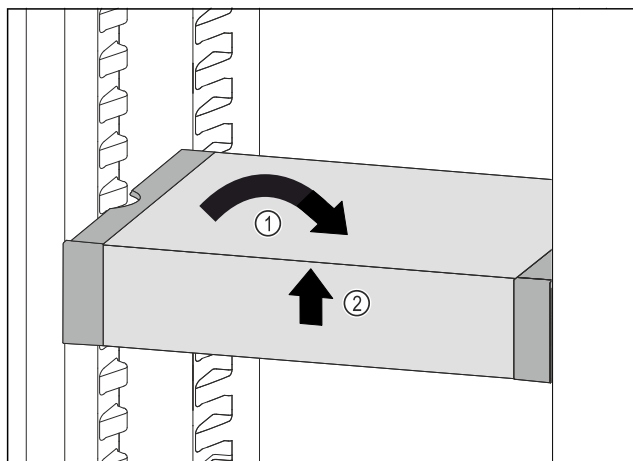

Fig. 168
- Predal VarioSafe postavite ravno. Fig. 168 (1)
- Predal VarioSafe dvignite spredaj. Fig. 168 (2)